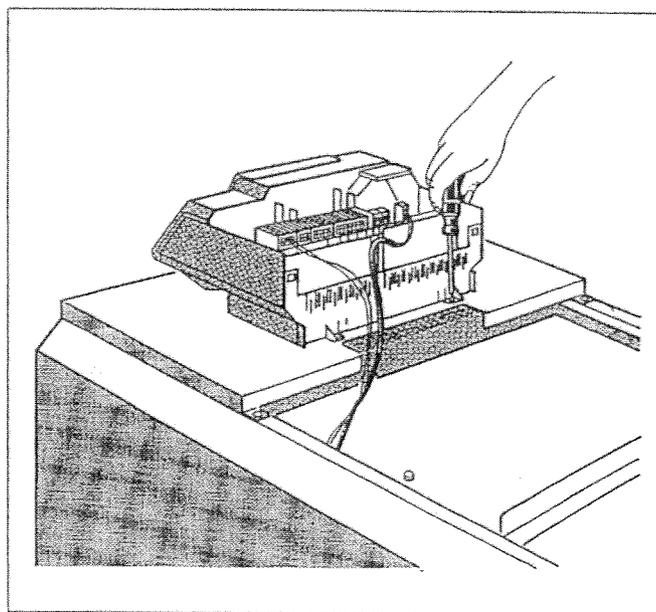

Fig. 8: Avvitare l'apparecchio di regolazione
- Avvitare l'apparecchio di regolazione con due viti alla copertura caldaia anteriore (Fig. 8).